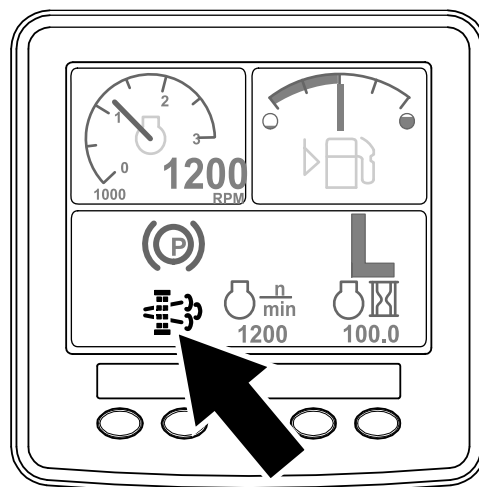

Figura 62
- El icono de regeneración con la máquina aparcada aparece en el InfoCenter (Figura 62).